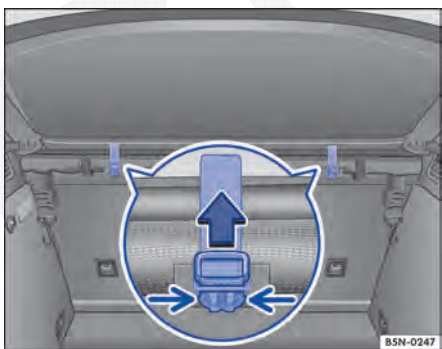

Fig. 102 Debaixo da cobertura do compartimento de bagagem: retirar a rede divisória dos suportes.
- Comprimir as travas ⇒ Fig. 102 (setas pequenas) e retirar a lingueta do cinto de segurança da tampa.
- Colocar a rede divisória nos suportes e fechar os suportes ⇒ Fig. 102.